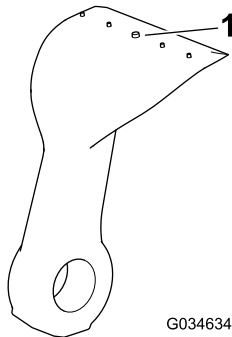

Figure 65
5. Vérifiez qu'aucune lame n'est excessivement usée en vous aidant de la ligne d'usure (Figure 65). Remplacez les lames qui sont usées jusqu'à la ligne d'usure.